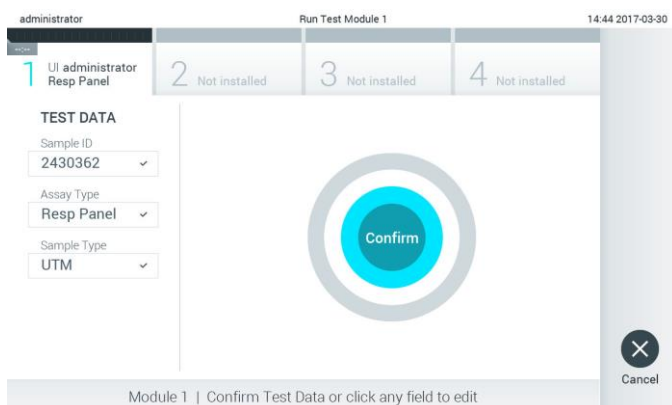

Figura 26. Tela Confirm (Confirmar).
- Será exibida a tela Confirm (Confirmar). Revise os dados inseridos e efetue quaisquer alterações necessárias pressionando os campos relevantes na tela sensível ao toque e editando as informações (Figura 26).